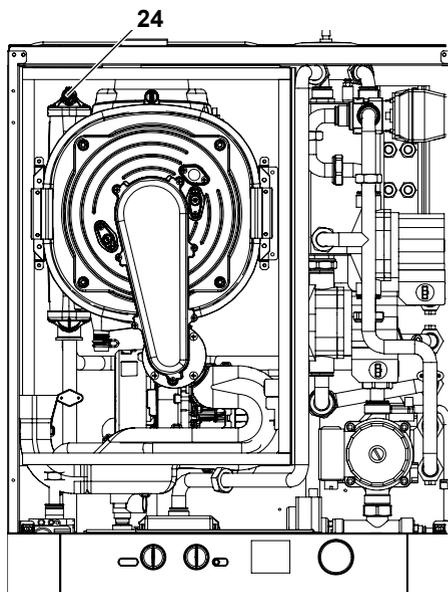

Figura 6.4
- Prima di allentare il raccordo di sfiato scambiatore primario condensante 24 in Figura 6.4 collegare un tubicino di scarico al portagomma per far defluire l'acqua in uscita.
- Riempire l'impianto di riscaldamento vedi sezione "Riempimento del circuito riscaldamento" a pag. 15 e richiudere il raccordo di sfogo scambiatore primario condensante 24 in Figura 6.4 quando da quest'ultimo inizia ad uscire acqua. Togliere il tubicino di scarico.